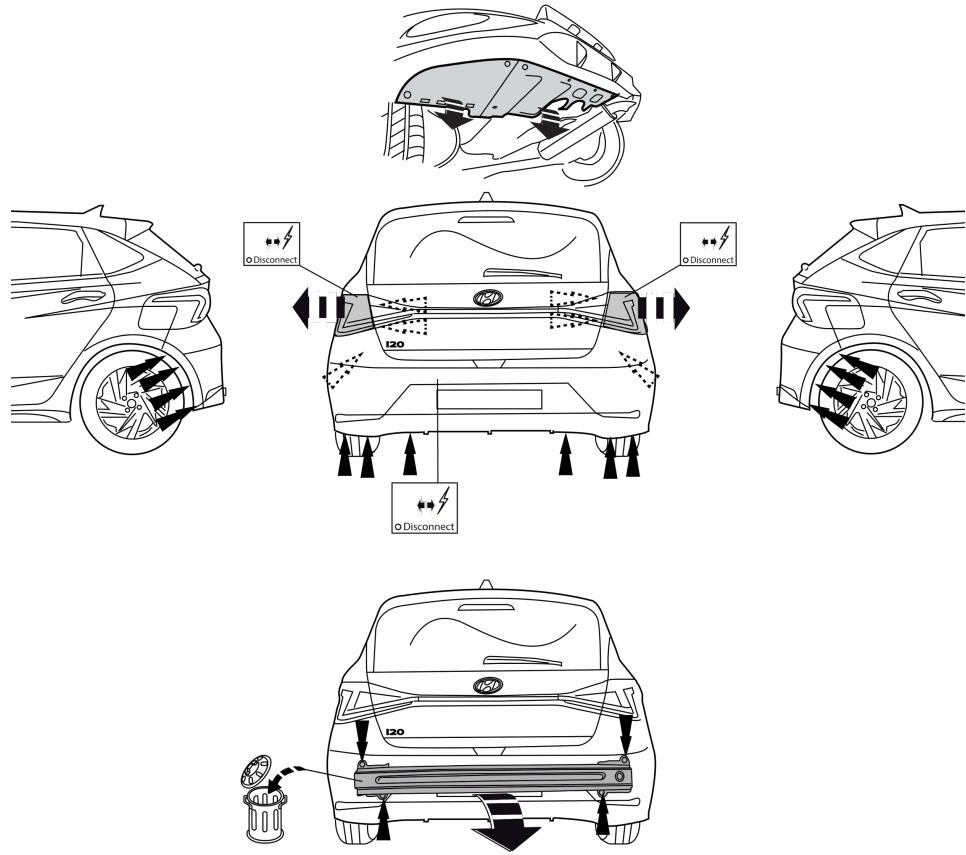

Fig. 1
1. Снять оба блока задних фар. Снять пластмассовые защитные колпаки. Снять бампер вместе со буферным бруском автомобиля. См. рисунок 1.